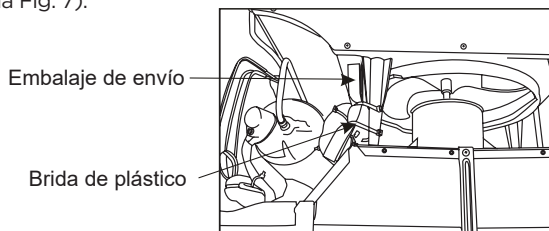

Fig.7
10. Es posible que su unidad venga con un embalaje interno. Este embalaje debe retirarse antes de instalar el aire acondicionado nuevamente en el gabinete (consulte la Fig. 7).